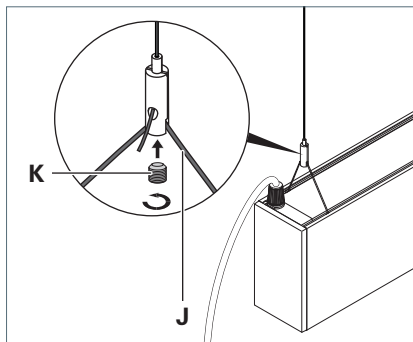

Fig. 5: Fissaggio dell'apparecchio al fermacavo.
- Portare il cavo metallico **J** dell'apparecchio nel fermacavo, vedi Fig. 5.